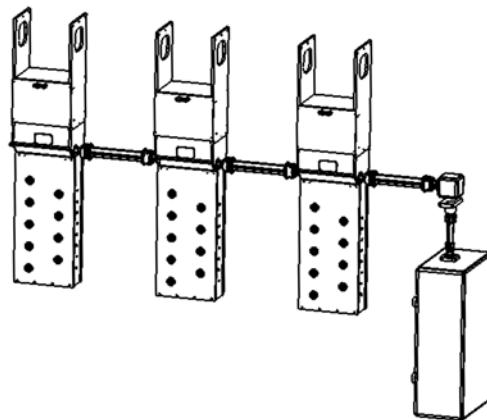

Fig.13 Montagem do eixo de accionamento horizontal
7.4 Instalação do eixo horizontal de accionamento (Fig.13)